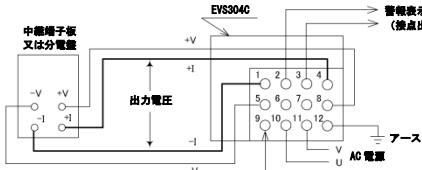
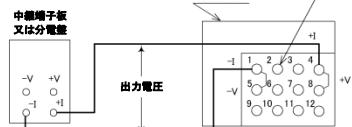

図4 4線式
図5 2線式(アース、電源、接点出力などは図4と同じ)
2. - I_{-} ～- V , + I_{+} ～+ V 端子間（図4の太線部分）の直流抵抗値が、
2.1 0.05～0.3Ω のときは図4の4線式で配線してください。
2.2 0.05Ω 以下の場合には図5の2線式（本体の- I_{-} ～- V , + I_{+} ～+ V 間
6. 図4または図5の太線部分の配線は、600V 絶縁電線（表1による）を